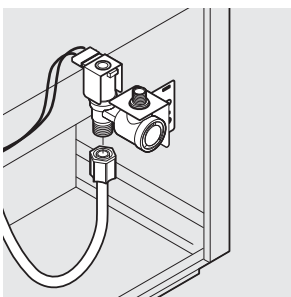

figure 13A
17. Deux types de robinet de prise d'eau peuvent être utilisés avec cet ensemble. Suivez les instructions qui s'appliquent au type de robinet inclus dans votre ensemble. Voir les figures 13A et 13B.
Pour les robinets à sortie fileté (figure 13A), poussez l'extrémité en forme d'ogive du tube vert dans le robinet et serrez le boulon en plastique (à la main). Serrez ensuite d'encore 1/2 tour avec une clé. **NE** serrez **PAS** plus que nécessaire.